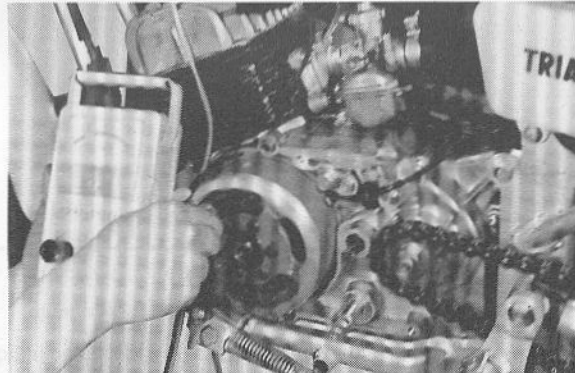

Fig. 2-7-4
10. Adjust ignition points by barely loosening Phillips head screw and carefully rotating contact breaker assembly with a slotted screwdriver. Make minor adjustment and retighten Phillips head screw before rechecking timing. Recheck timing by repeating steps 6. and 7. (Fig. 2-7-4)
10. Ajuster les points d'allumage en desserrant simplement la vis à tête Phillips et faire tourner doucement l'assemblage du rupteur avec un tournevis plat. Effectuer le réglage mineur requis et resserrer la vis à tête Phillips avant de revérifier le calage. Ensuite revérifier le calage en répétant les opérations 6 et 7. (Fig. 2-7-4)